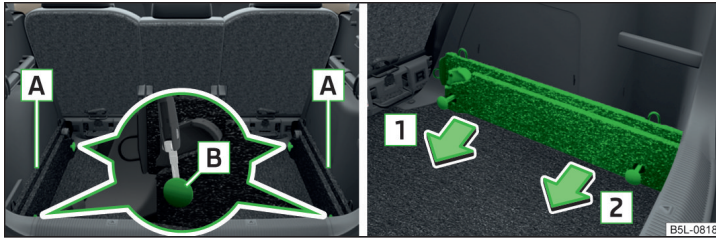

Fig. 113 Soltar los puntos de retención/retirar las guías portantes
- Suelte los puntos de retención [B] » fig. 113 en las guías portantes con la llave del vehículo o con un destornillador plano.
- Presione los dos puntos de fijación [B] » fig. 113 en cada guía portante hasta el tope.